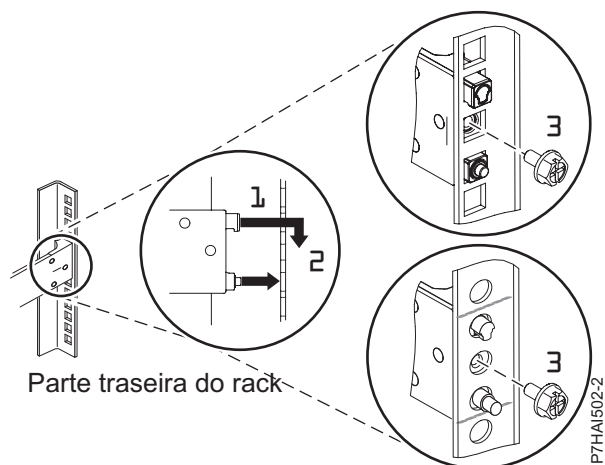

Figura 3. Alinhando e Encaixando os Pinos nos Orifícios na Parte Traseira do Rack
3. Alinhe os dois pinos localizados na parte traseira do trilho deslizante com os orifícios superior e inferior na unidade EIA selecionada, que foi marcada anteriormente. Puxe o trilho deslizante em sua direção para inserir os dois pinos nos orifícios do rack (1) e abaixe o trilho deslizante para baixo (2) para encaixar o gancho no pino superior. Para obter detalhes, consulte Figura 3. Assegure-se de que os dois pinos apareçam através dos orifícios do rack antes de prosseguir para a próxima etapa.